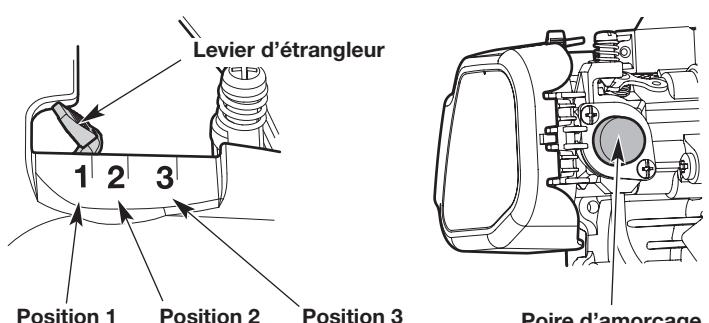

Fig. 11
3. Appuyez lentement et relâchez la poire d'amorçage à **10 reprises** (Fig. 11). Si aucune quantité de carburant n'apparaît dans la poire d'amorçage, appuyez et relâchez la poire jusqu'à l'apparition de carburant.
4. Déplacez le levier d'étrangleur en **Position 1** (Fig. 11).
7. Continuez d'appuyer sur la manette des gaz. Déplacez le levier d'étrangleur en **Position 2** (Fig. 11).
10. Continuez d'appuyer sur la manette des gaz. Déplacez le levier d'étrangleur en **Position 3** (Fig. 11). Laissez le moteur se réchauffer pendant 60 secondes de plus. L'appareil peut être utilisé pendant ce laps de temps.
SI... le moteur hésite, replacez le levier d'étrangleur en **Position 2** (Fig. 11) et laissez-le chauffer.